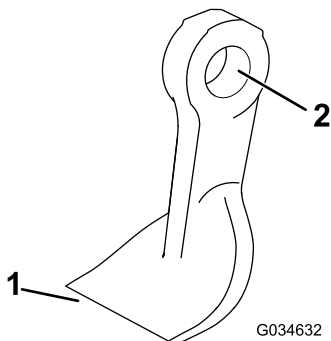

Figure 77
4. Contrôlez l'état de chaque lame, en particulier les fixations, le tranchant et le trou de fixation (Figure 77). Remplacez toutes les lames et fixations endommagées